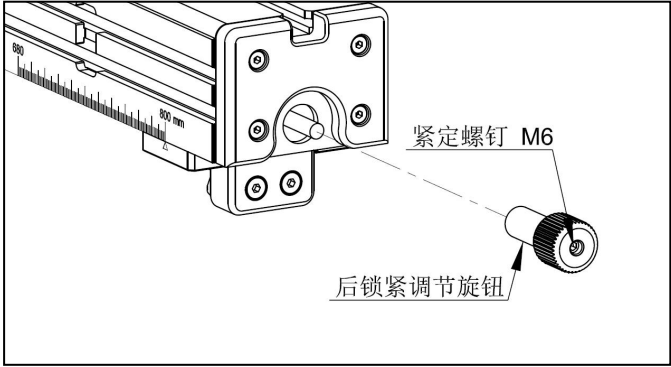

图 9-3
- （3）如图 9-3，松开 M6 紧定螺钉，逆时针旋下后锁紧调节旋钮。